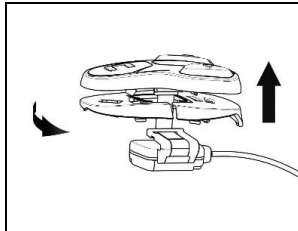

Fig. 19
- Drehen Sie die Halterung für die Tastenvorrichtung auf die Weise, dass sie wie auf Abb. 19 dargestellt zu liegen kommt, und machen Sie sie an der Tastenvorrichtung fest.